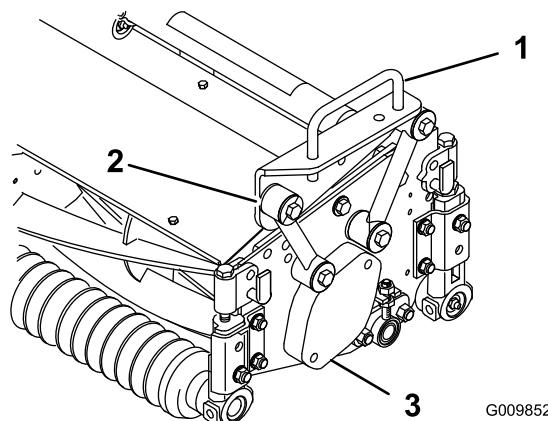
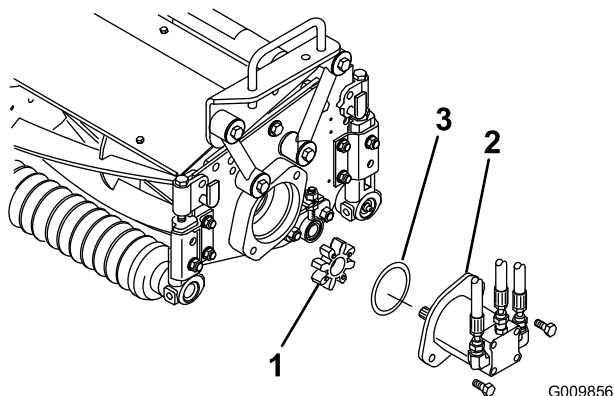

Figura 4
Figura 8
2. Posicione uma estrutura de suporte em cada unidade de corte, alinhando os furos de montagem com as ligações de montagem (Figura 4).
3. Fixe cada ligação de montagem à estrutura de suporte com um parafuso (3/8 x 2-1/4 de pol.), 2 anilhas e uma porca de bloqueio, conforme indicado em Figura 4. Posicione uma anilha em cada lado da ligação quando estiver a montar. Aperte a 42 Nm.
2. Retire a cobertura da caixa de rolamentos (Figura 4) da extremidade interior da unidade de corte do lado direito. Instale a cobertura e a junta (fornecida com a unidade de corte) na extremidade exterior. Localize a união em aranha (Figura 8) enviada na caixa de rolamentos.
3. Insira o anel de retenção (fornecido com a unidade de corte) no friso do motor de transmissão (Figura 8).
4. Monte o motor e a união em aranha na extremidade de transmissão da unidade de corte e fixe-os com 2 parafusos fornecidos com a unidade de corte (Figura 8).